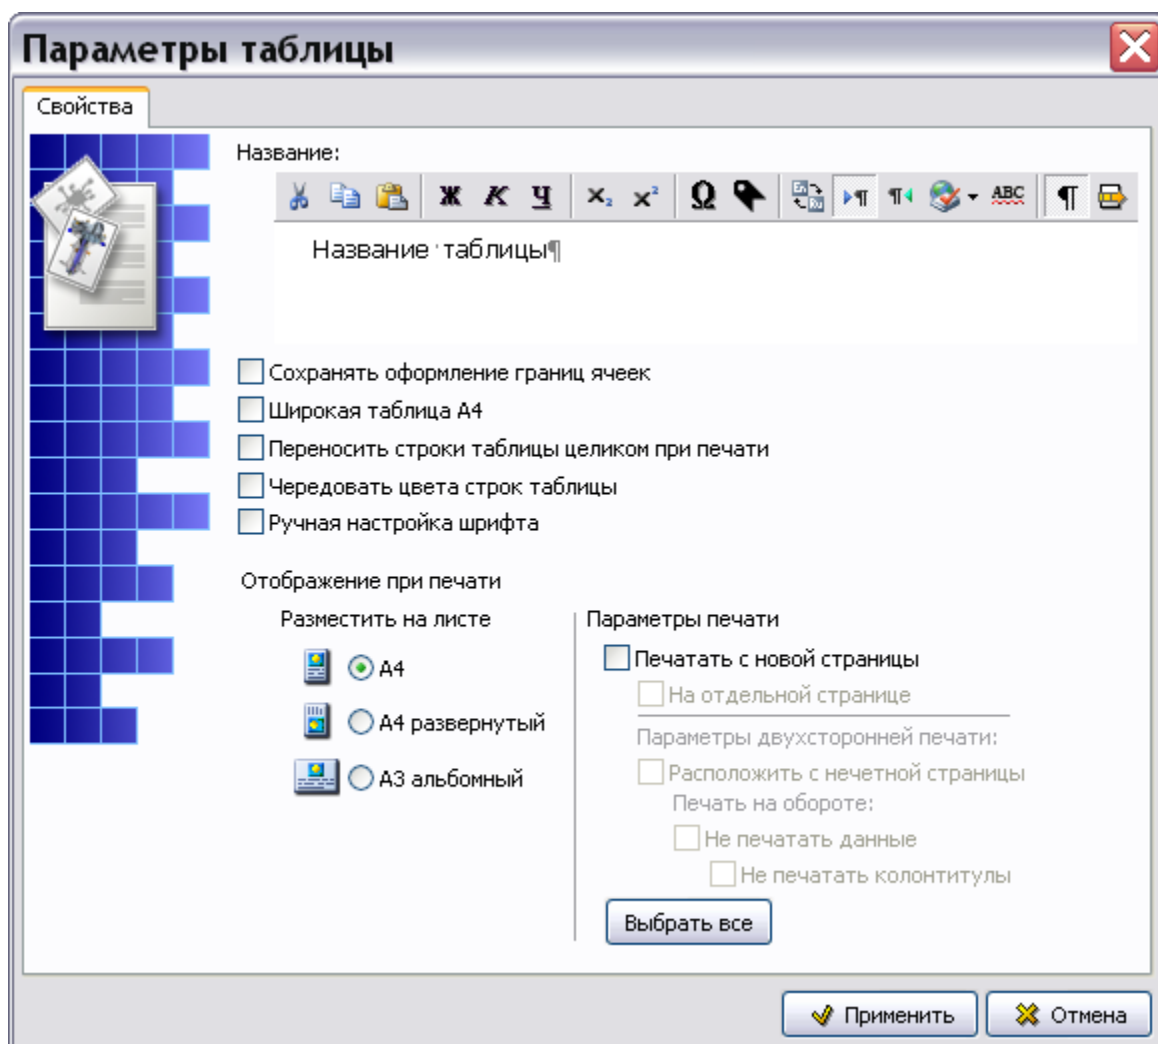

Рис. 5.94
- Из контекстного меню выберите пункт **Свойства**. После этого откроется окно **Параметры таблицы** (Рис. 5.94).